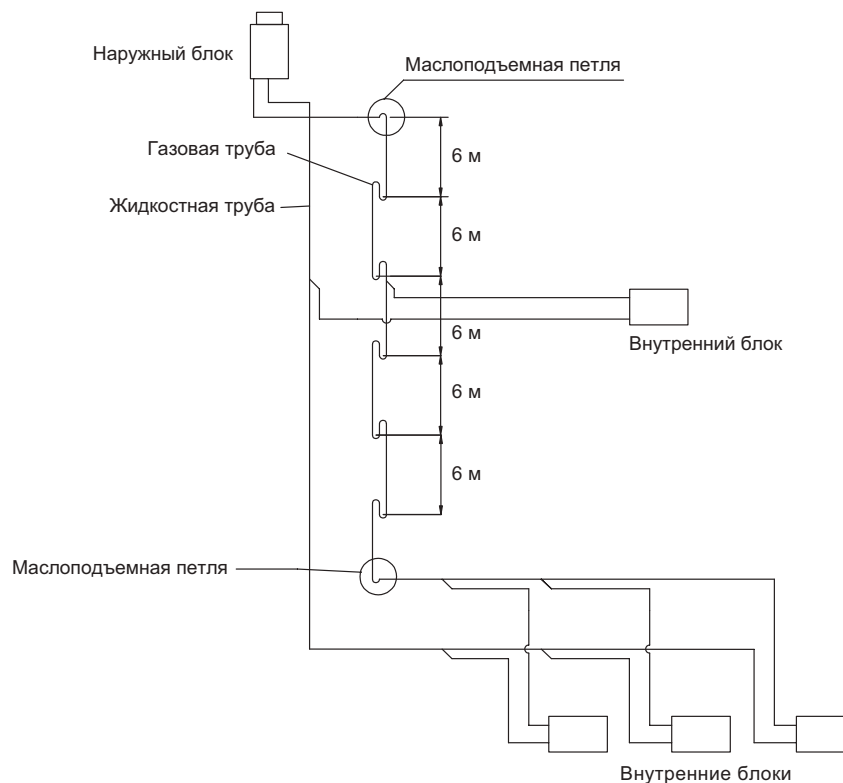

Рис. 6.4
6.3.12 Установка маслоподъемных петель. При установке наружного блока выше внутренних необходимо через каждые 6 м по высоте на газовой магистрали устанавливать маслоподъемные петли см рис. 6.4.